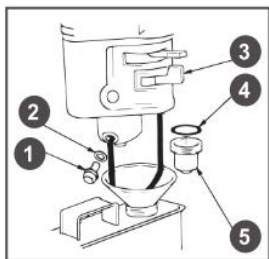

Рис. 28 Обслуживание фильтра-отстойника
1. Установите рычаг топливного крана 3 (Рис. 28) в положение «ЗАКРЫТО».
3. Открутите болт 1 сливного отверстия и слейте топливо из поплавковой камеры карбюратора (Рис. 28)
4. Открутите стакан отстойника 5, вылейте из него топливо в заранее подготовленную емкость (Рис. 28).
1. Слейте топливо из топливного бака и карбюратора (Рис. 28).